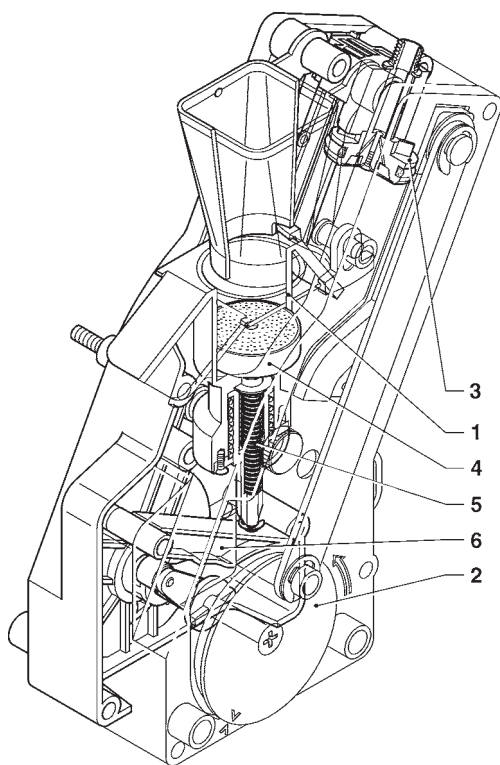

Fig. 15
Lorsqu'on effectue une sélection de café, durant le fonctionnement du moulin à café, le groupe accomplit une rotation de 180° de façon à ce que la chambre d'infusion se place en position verticale (voir fig. 15).
Le café tombe alors dans la chambre d'infusion (1) placée en position verticale (voir fig. 15).